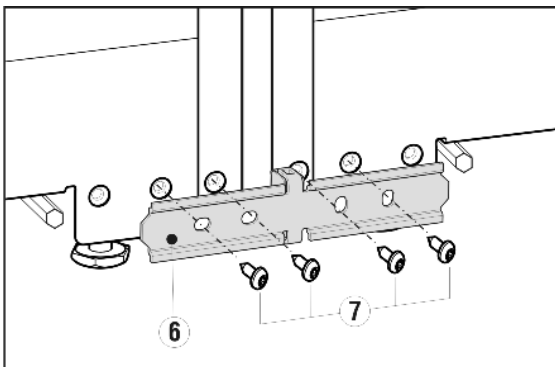
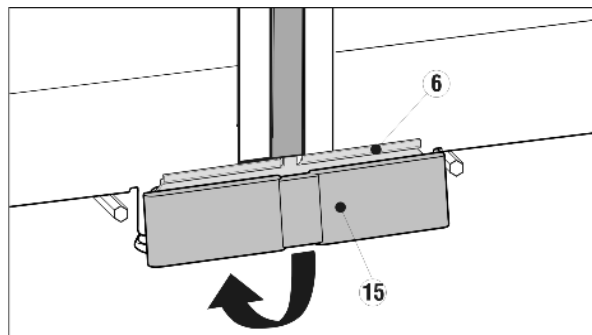

Fig. 4
Fig. 10
- ▶ Сведите устройства вместе или повторно выровняйте их и при помощи винтов Fig. 4 (7) из комплекта прочно прикрутите крепежный уголок Fig. 10 (6).
- ▶ Нижнюю крышку Fig. 10 (15) из комплекта установите сверху на крепежный уголок Fig. 10 (6) и зафиксируйте снизу.